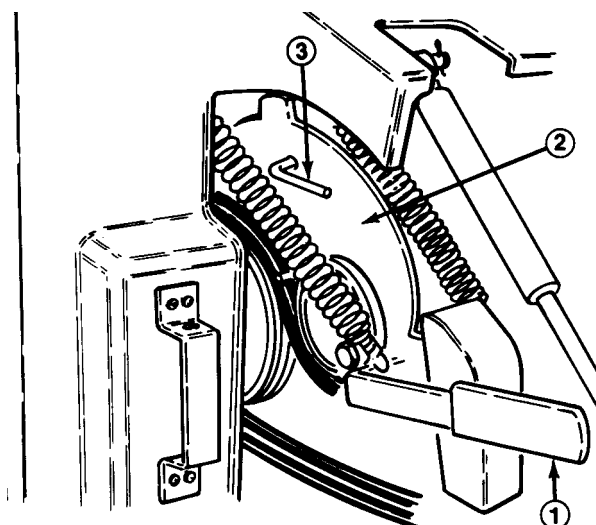

Fig. 17
- C. Tryk ned på bypass-håndtaget (fig. 17), indtil hullerne i håndtagsbeslaget og borebeslaget er rettet ind, stik så pinden igennem hullerne.
2. Tryk bypass-håndtaget ned, indtil hullerne i håndtagsbeslaget og i borehovedet er rettet ind, og stik pinden ind igennem hullerne (fig. 17).